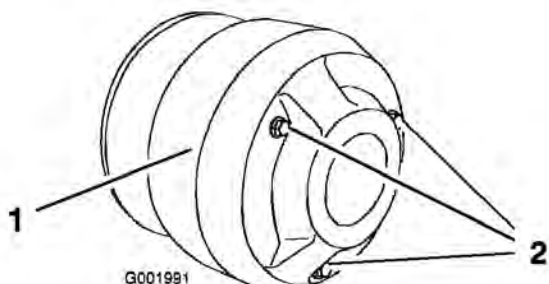

Figure 55
- Retirez les trois boulons de fixation du couvercle de l'embrayage et déposez le couvercle (Figure 55).